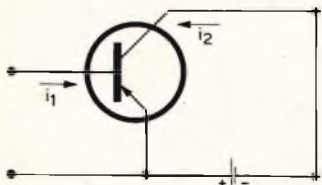

Fig. 18
3) « **guadagno in corrente del transistor** » con uscita in corto circuito, il rapporto tra la corrente di uscita i_2 e la corrente d'ingresso i_1 , (fig. 18):